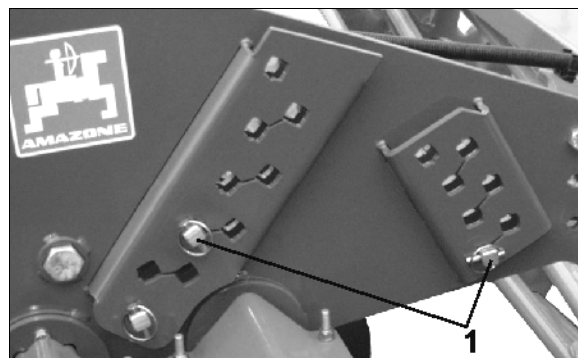

Fig. 29
3. Klapstecker wieder befestigen (Fig. 29/1).